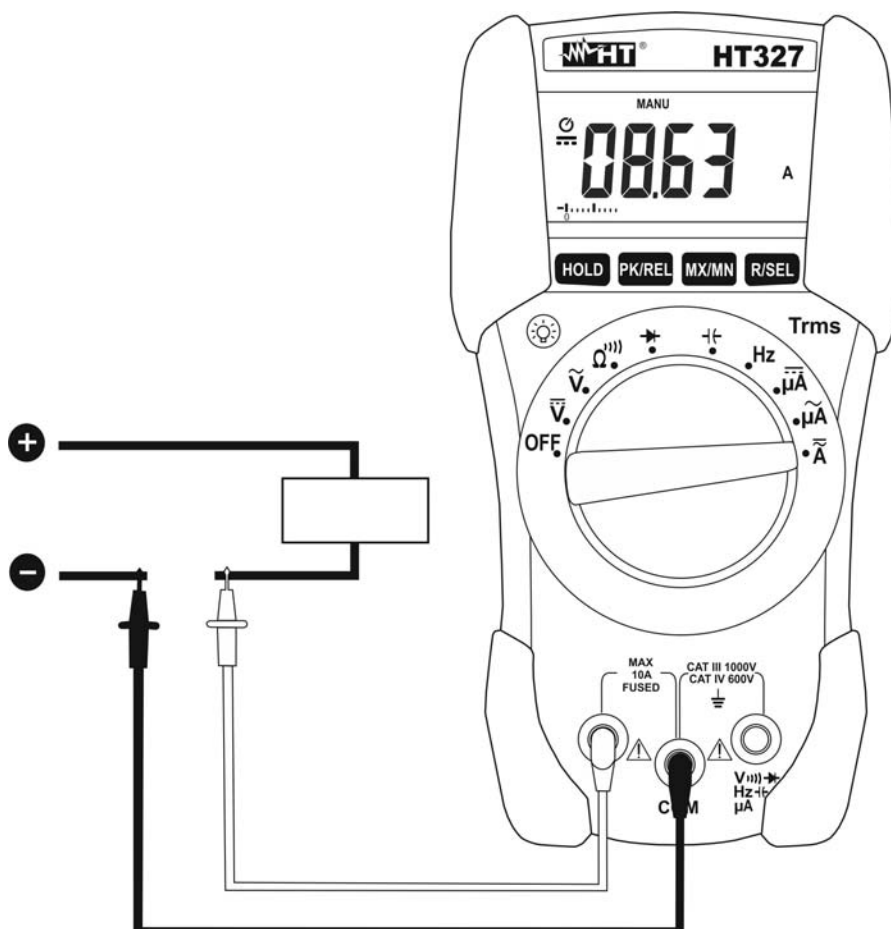

Fig. 4: Uso dello strumento per misura di Corrente DC
4. Collegare il puntale rosso ed il puntale nero in serie al circuito di cui si vuole misurare la corrente rispettando la polarità ed il verso della corrente (vedere Fig. 4)
8. La visualizzazione del simbolo "-" sul display dello strumento indica che la corrente ha verso opposto rispetto alla connessione di Fig. 4.